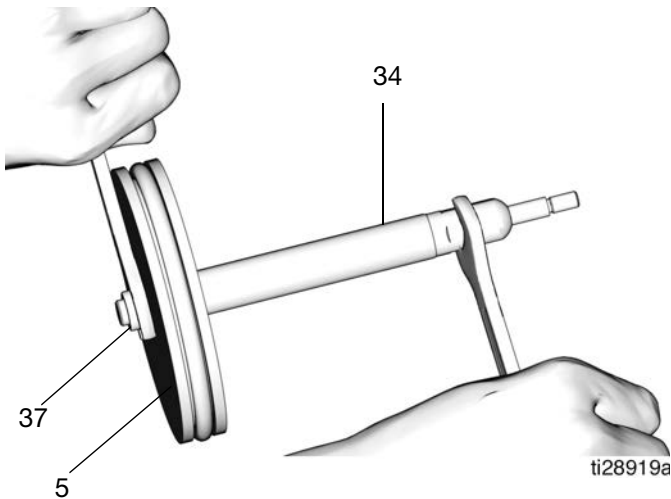

ABB. 22
- b. Kolbenstange (34) und Kolben (5) voneinander trennen, indem zwei Schraubenschlüssel in entgegengesetzte Richtungen gedreht werden. Einen Schraubenschlüssel an den Schlüsselflächen der Kolbenstange ansetzen und mit dem zweiten Schlüssel die Mutter (37) lösen (ABB. 22).